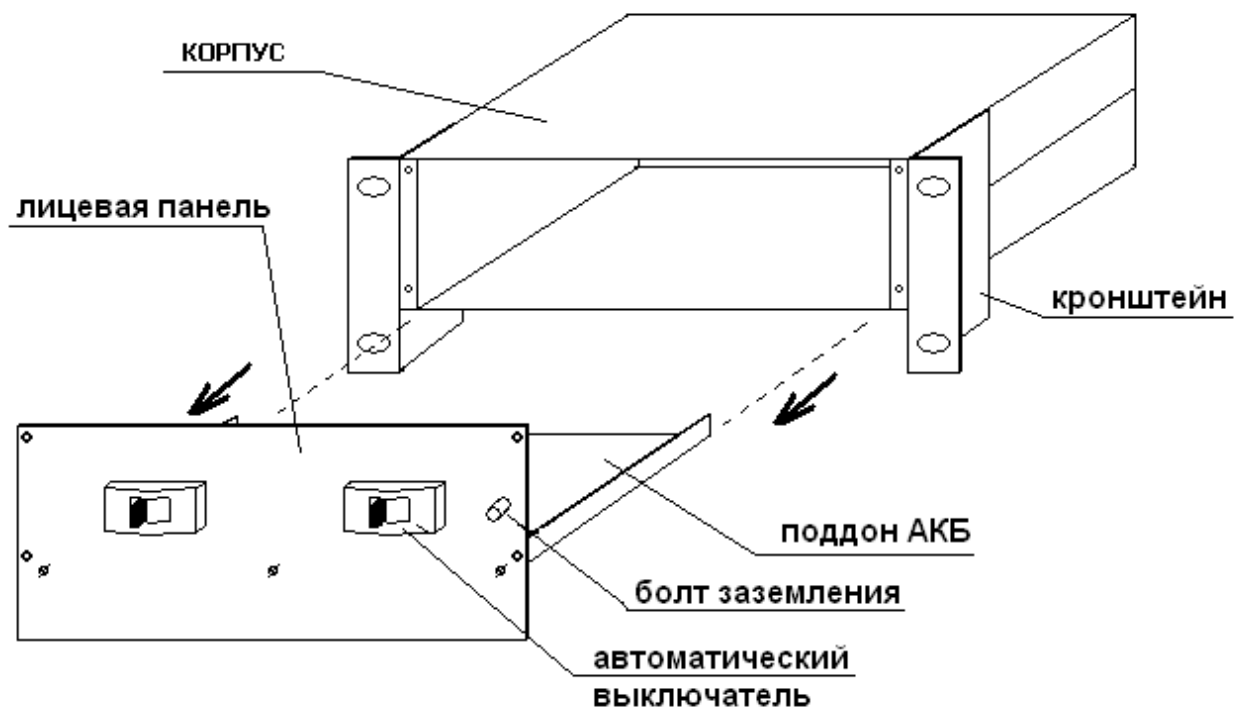

Рис. 1. Аккумуляторный блок в разобранном виде.
АКБЛ состоит из поддона аккумуляторов и корпуса (рис.1).
Вывернуть четыре винта на лицевой панели (рис.1) и извлечь поддон из корпуса (для удобства монтажа в стойку, шкаф и т.п.).
Для установки АВ снять лицевую панель, вывернув оставшиеся три винта (рис.1).
8. Вставить поддон в корпус и закрепить его четырьмя винтами на лицевой панели (рис.1).